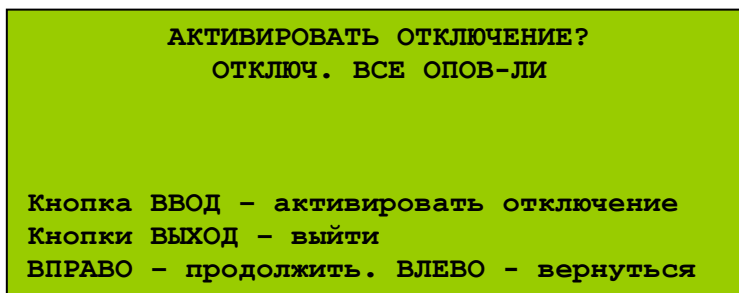

Рис. 81 (Меню отключения оповещателей)
- 2) В меню УД2 выбрать опцию «Отключения» \ «Отключить оповещатели» \ «Все оповещатели». Откроется меню отключения всех оповещателей (Рис. 81).